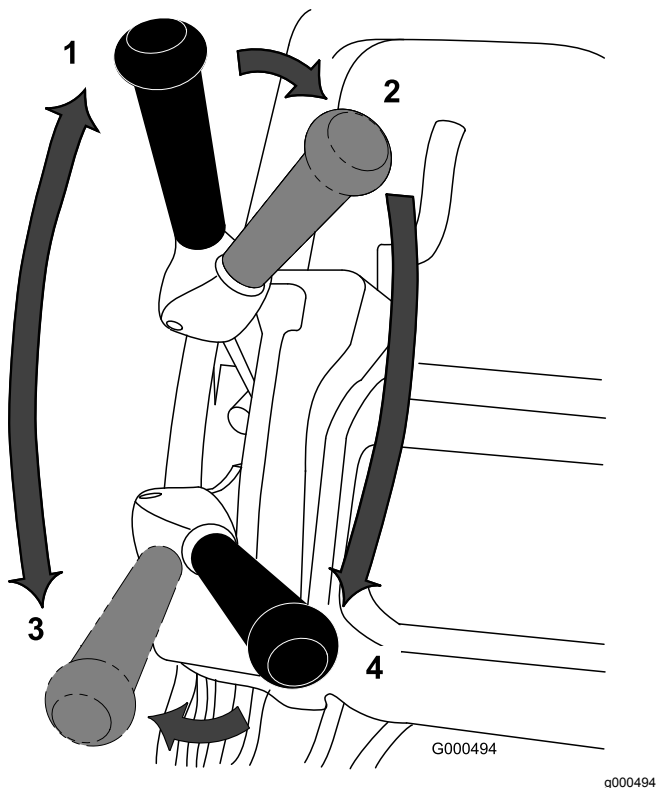

Bild 32
1. Lassen Sie den Motor an, stellen den Gasbedienungshebel auf verringerte Geschwindigkeit, drücken den Holm nach unten, um die Schneideinheit anzuheben, aktivieren Sie die elektronische Sicherheit, schieben den Fahrtriebshebel und den Spindelantriebshebel in die Stellung VORWÄRTS und transportieren Sie die Maschine an den Rand der Rasenfläche (Bild 32).
2. Schieben Sie den Schalthebel in die NEUTRAL-Stellung (Bild 32).
3. Stellen Sie den Antriebshebel in die Stellung: NEUTRAL und Spindeltrieb in die Stellung: AUSGEKUPPELT (Bild 32).
4. Stellen Sie den Antriebshebel in die Stellung: VORWÄRTS und Spindeltrieb in die Stellung: EINGEKUPPELT (Bild 32). Geben Sie Gas, bis die Maschine die gewünschte Fahrgeschwindigkeit erreicht hat. Fahren Sie die Maschine auf die Grünfläche, senken die Schneideinheit ab und beginnen Sie mit dem Mähen.